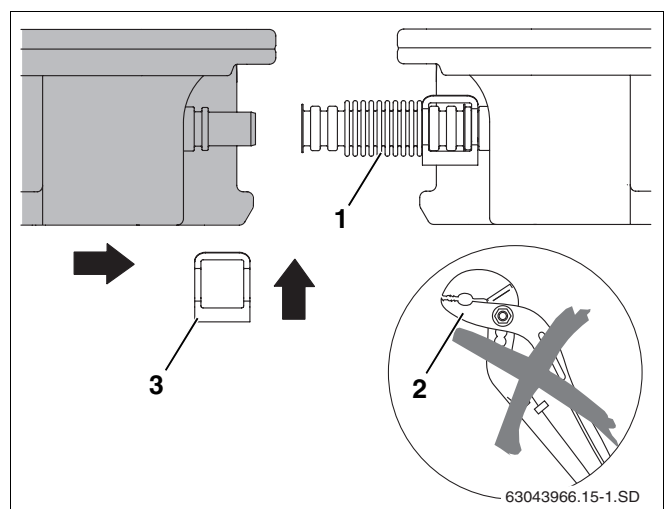

Fig. 49 Posizionamento del secondo collettore contro il primo
- Non utilizzare alcun attrezzo ausiliario, quale può essere la tenaglia (fig. 49, **pos. 2**). Tali attrezzi potrebbero rendere inutilizzabile il raccordo per tubo ondulato.
- Spingere il secondo collettore contro il primo in maniera tale che gli attacchi del collettore si infilino nei raccordi per tubo ondulato (fig. 49, **pos. 1**) premontati del primo collettore.
- Innestare la seconda graffa (fig. 49, **pos. 3**) sul raccordo per tubo ondulato e sull'attacco del collettore.